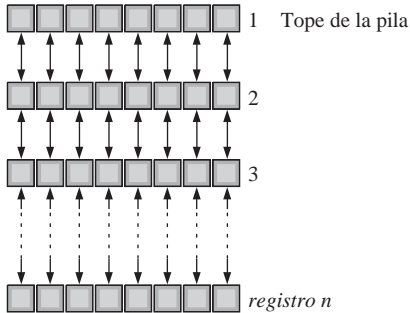

FIGURA 10.51 Pila de registros.
**Pilas de registros.** Comúnmente, una memoria LIFO se denomina pila *push-down*. En algunos sistemas, se implementa con un grupo de registros, como muestra la Figura 10.51. Una pila puede estar formada por cualquier número de registros, pero el registro superior se denomina *tope de la pila*.